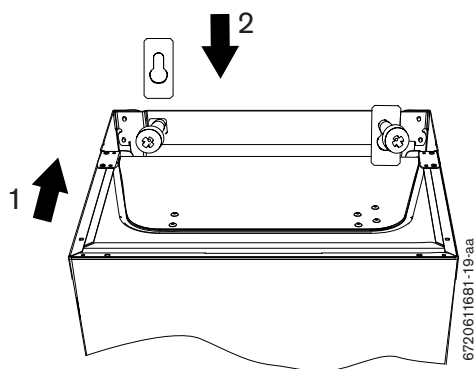

Fig. 14
- Accrocher l'appareil en assurant que les 2 trous de la traverse supérieure soient en prise sur les 2 vis de l'installation existante (voir fig.14) et emboîter la collerette sur le tube de la ventouse.
- Mettre en place les 2 verrous sur les vis (voir fig. 14).